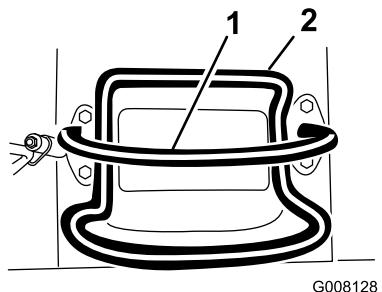
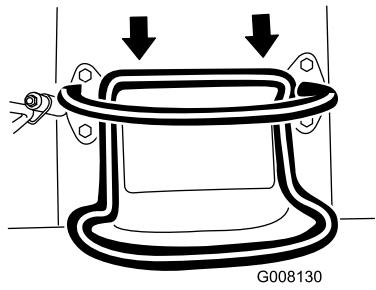

Figura 7
Figura 9
- Per spostarvi in retromarcia, tirate indietro il comando della trazione (Figura 9). **Quando ci si sposta in retromarcia, controllare che dietro non vi siano ostacoli e tenere le mani sulla barra di riferimento (Figura 7).**
- Per l'arresto, rilasciate il comando della trazione (Figura 7).